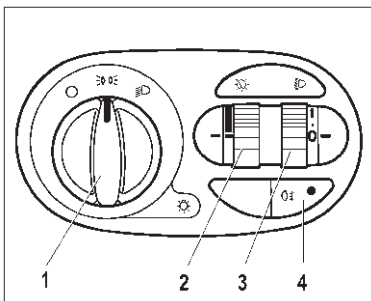

Рис. 32. Модуль управления светотехникой
**Переключатель наружного освещения 1** (рис. 32) имеет три фиксированных положения: